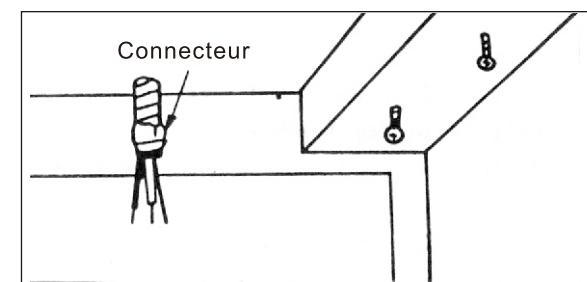

Fig. 10 Passez la corde électrique à travers le trou
6. Passez la corde électrique à travers le trou dans le cabinet ou le mur. (Fig. 10)